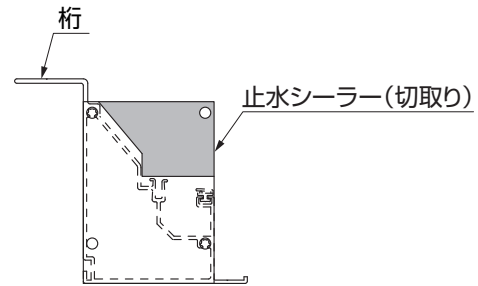

図6-4 止水シーラーの切取り
- ④ 貼付けた止水パッキンを桁の形状に合わせて切取ってください。(図6-4参照)